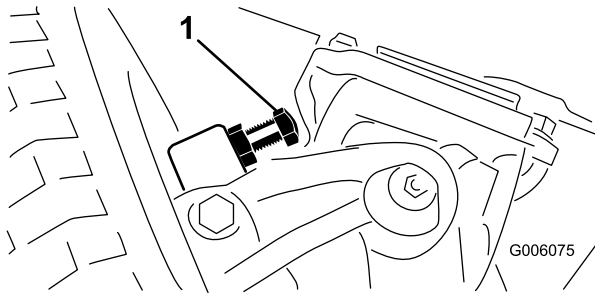

Bild 59
1. Drehen Sie die Bolzen ein oder heraus, bis der Abstand 0,9 Zoll beträgt (Bild 59).